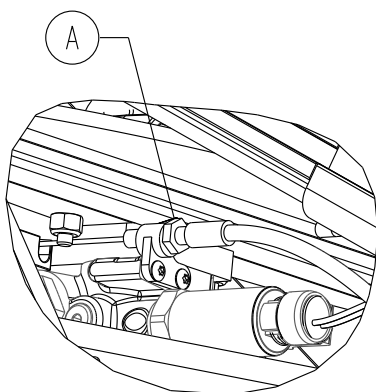

Figure 21 –
6. À l'aide d'une clé mixte de 10 mm, desserrer l'écrou de verrouillage du câble de déblocage manuel (A) (Figure 21).